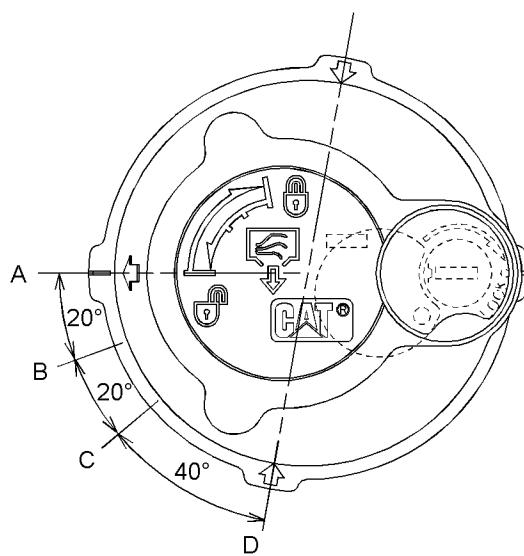

Ilustración 507
- (A) Posición TRABADA
- (B) Posición ALIVIO DE PRESIÓN - ARRANQUE
- (C) Posición ALIVIO DE PRESIÓN - FIN
- (D) Posición ABIERTA
3. Suelte la presión que puede haber en el circuito hidráulico de retorno con el siguiente procedimiento. Consulte la Ilustración 507 para ver las posiciones de la tapa del tubo de llenado.
- a. Gire la tapa de llenado hacia la izquierda sin aplicar fuerza hacia abajo y mueva la flecha de la posición (A) a la posición (B).
- b. Suelte la presión durante un mínimo de 45 segundos moviendo la flecha de la posición (B) a la posición (C).
- c. Presione el centro de la tapa de llenado hacia abajo. Sin inclinar la tapa de llenado, mueva la flecha de la posición (C) a la posición (D).
- e. Apriete la tapa del tubo de llenado del tanque hidráulico hasta la posición (A).